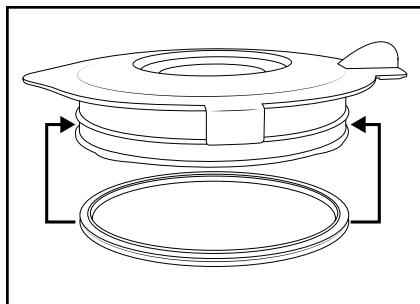

Fig. 3
- Limpie el vaso ❸ exclusivamente con un cepillo de mango largo para no cortarse con la cuchilla de corte ❸.
- Limpie el accesorio medidor ❶ y la tapa ❷ con agua jabonosa suave. Para la limpieza manual, puede desmontarse la junta de goma ❹. Asegúrese de que la junta de goma ❹ vuelva a estar bien colocada antes de volver a utilizar la tapa ❷ (fig. 3).